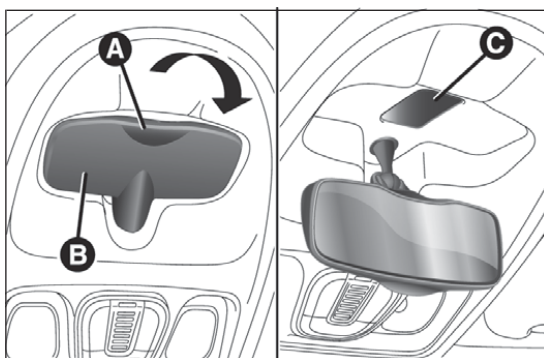

Abb. 194
- Die Schraube lösen und den Deckel C Abb. 194 der Befestigung entfernen;